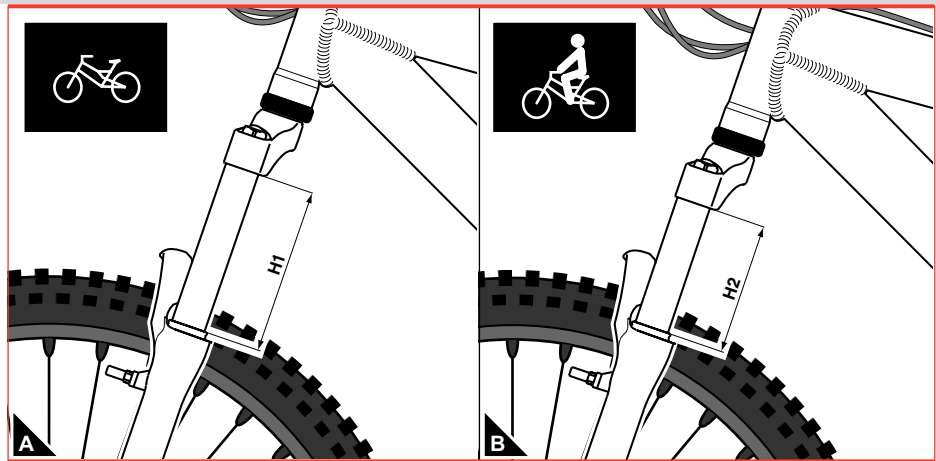

Figura 12 - Come si misura il SAG
- Misurare la parte di stelo compresa fra la base di sterzo e il raschiapolvere (vedi **A** di **Figura 12**) ed annotare il valore rilevato come "H1".
- Ripetere la misura (vedi **B** di **Figura 12**), stando seduti in posizione di guida, ed annotare il valore rilevato come "H2".